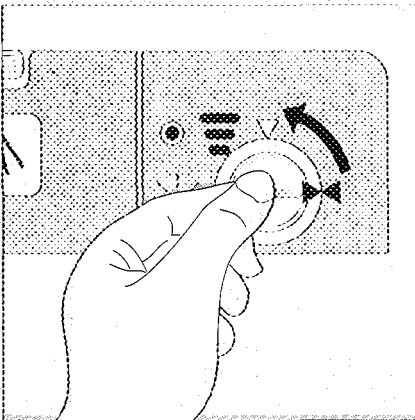

Bild 5
- ☐ Zur Dosiereinstellung Verschlußdeckel des Vorratsbehälters um 1/4 Umdrehung entgegen dem Uhrzeigersinn drehen und öffnen (Bild 5).